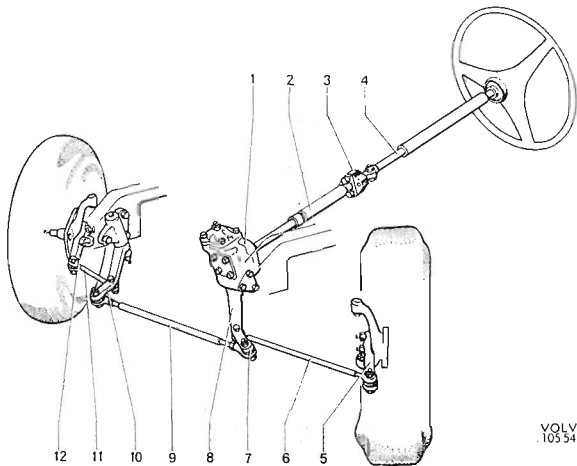
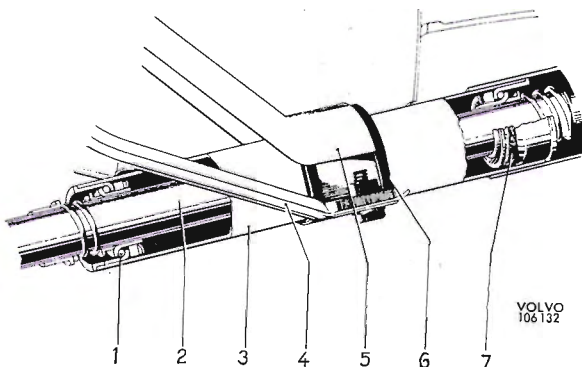
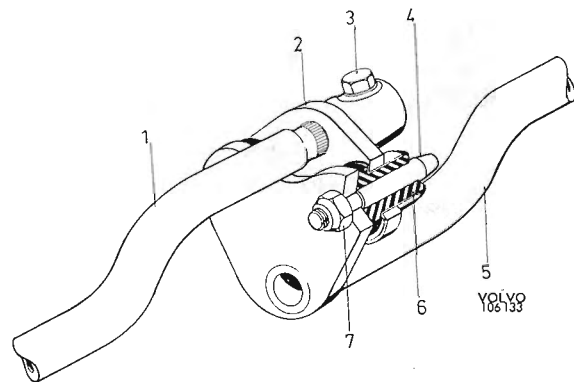

Abb. 33 Lenkvorrichtung
Abb. 34 Lenkspindellagerung, 120
Abb. 35 Sicherheits-Lenkspindel, 120
Die Konstruktion der Lenkvorrichtung geht aus Abb. 33 hervor. Die Lenkradbewegungen werden auf die Räder über obere und untere Lenkspindel (4 und 2), Lenkgetriebe (1), Lenkstockhebel (8), Spurstange (9), Lenkstangen (6 und 11) sowie
Die Lenkspindel ist geteilt. Die obere Lenkspindel ist zwischen zwei Kugellagern in einem Mantelrohr gelagert, das mit gummiausgebuchsten Schellen und über Stützen an der Karosserie befestigt ist, s. Abb. 34. Ein Gummigelenk zwischen der oberen und der unteren Lenkspindel dämpft evtl. Schwingungen. In Fahrzeugen spät. Ausf. verbindet ein Mitnehmer vom Sicherheitstyp die obere und untere Lenkspindel. Bei einem evtl. Frontalzusammenstoß, der die Karosseriefrent eindrückt, wird der Mitnehmer der unteren Lenkspindel abgerissen und in der Knautschrichtung weitergeschoben. Die obere Lenkspindel dagegen behält ihre Lage, wodurch die Gefahr, daß das Lenkrad tiefer in die Fahrgastzelle eindringt, ausgeschlossen wird. Die Sicherheitsvorrichtung besteht bei 120 aus zwei Mitnehmern (Abb. 35), die von Gummibuchsen zusammengehalten werden. Bei 1800 besteht die Sicherheitsvorrichtung aus einer stoßaufnehmenden Schiebemuffe mit Ringmutter (2, Abb. 33).
Die Kugelköpfe des Lenkgestänges sind kunststoffgefüttert und daher wartungsfrei. Die Spurstange (9, Abb. 33) hat an den Enden austauschbare Kugelgelenke (Spurstangenköpfe), während bei den Lenkstangen (6 und 11) Gelenk und Stange in einem Stück gefertigt sind. Die Lenkhebel (5 und 12) sind an den Achsschenkeln festgeschraubt.